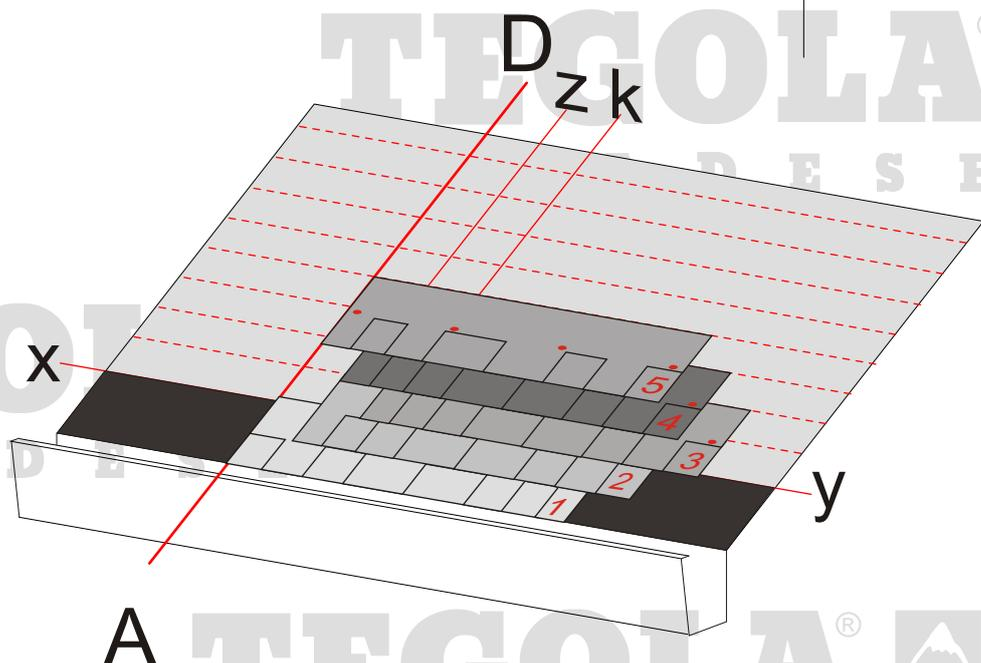

Abb. 3 - Versetzte Verlegung von 5 Schindeln
- Die zweite Reihe wird an die Linie z ausgerichtet (Abb.3);
- Die dritte Reihe wird an die Linie k ausgerichtet (Abb. 3)
- Die vierte Reihe wird an die Linie z ausgerichtet (Abb.3);
- Die fünfte Reihe wird an die Linie AD ausgerichtet (Abb. 3)